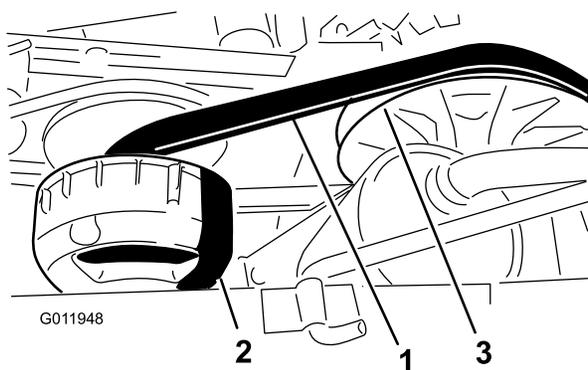

Figura 45
3. Fate girare la cinghia (Figura 45) ed ispezionatela per rilevarne l'eventuale eccessiva usura o danni. All'occorrenza sostituirla.
1. Girate la cinghia e fatela passare sulla frizione secondaria (Figura 45).
2. Rimuovete la cinghia dalla frizione primaria (Figura 45).